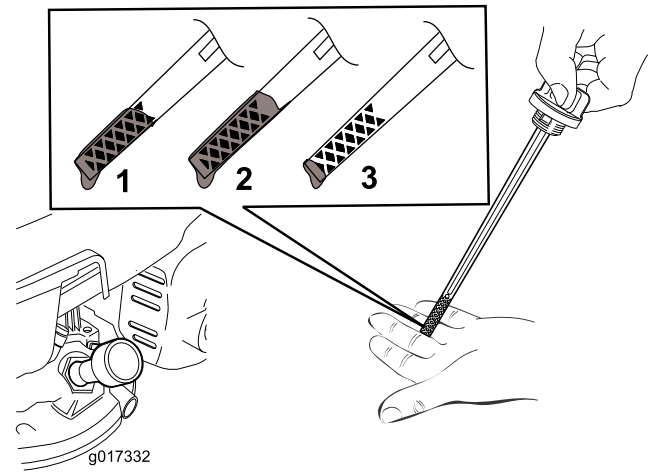

Figure 6
2. Retirez la jauge (Figure 6).
**Remarque:** Versez de l'huile dans le carter moteur jusqu'à ce que la jauge indique le niveau correct, comme montré à la Figure 6. Si vous remplissez excessivement le carter moteur, vidangez l'excédent d'huile comme expliqué sous Vidange de l'huile moteur (page 16).